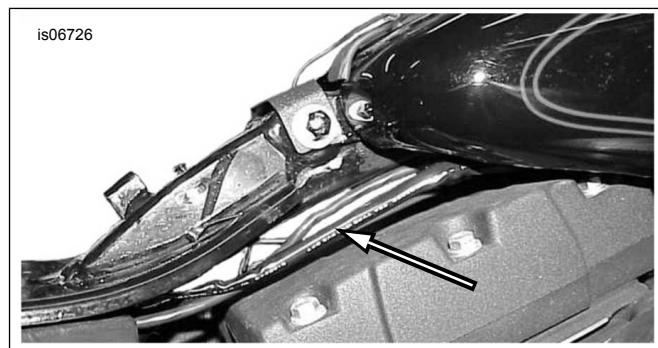

Figura 31. Orientação do fio do transmissor para o farol dianteiro (Dyna)
1. Ver Figura 31. Utilize as braçadeiras de cabo do kit para apertar o fio restante do transmissor (branco) e o tubo flexível aos fios do veículo que conduzem ao farol dianteiro. Erga o reservatório de combustível. Alimente os fios debaixo do reservatório em direção ao farol dianteiro.